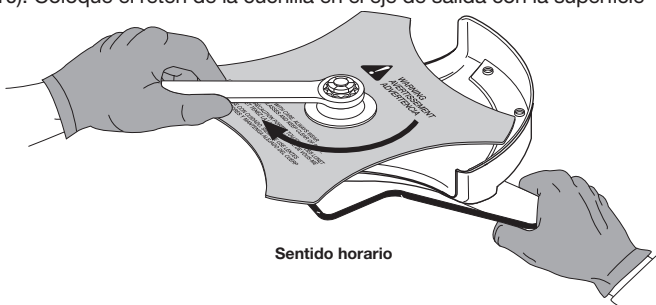

Fig. 16
3. Mientras sostiene la varilla de cierre, afloje la tuerca de la cuchilla girándola en sentido horario con una llave de casquillo o de boca cerrada de 13 mm (Fig. 16).